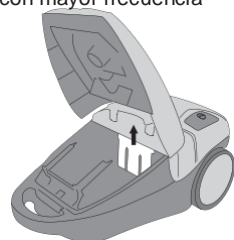

Figura 12 Quitar el filtro de entrada
5. Retire el soporte del filtro de entrada de la aspiradora, véase la Figura 12.